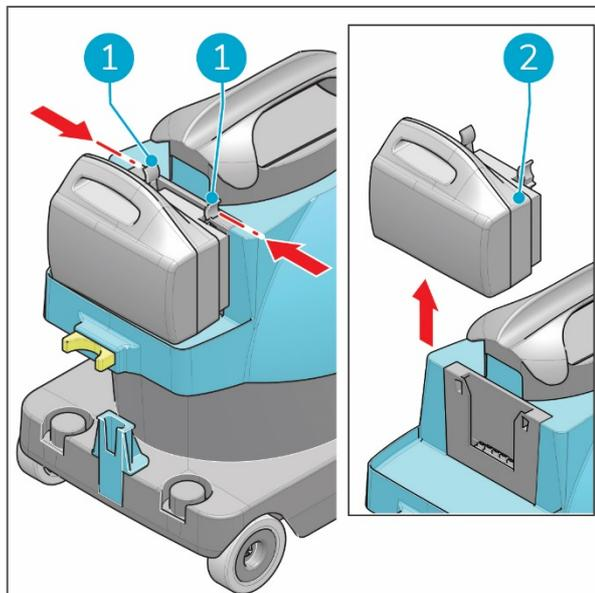

Figure 21
1. Appuyez sur les clips en plastique de la batterie (Figure 21, pos. 1) pour les rapprocher légèrement l'un de l'autre.
2. Retirez la batterie (Figure 21, pos. 2).